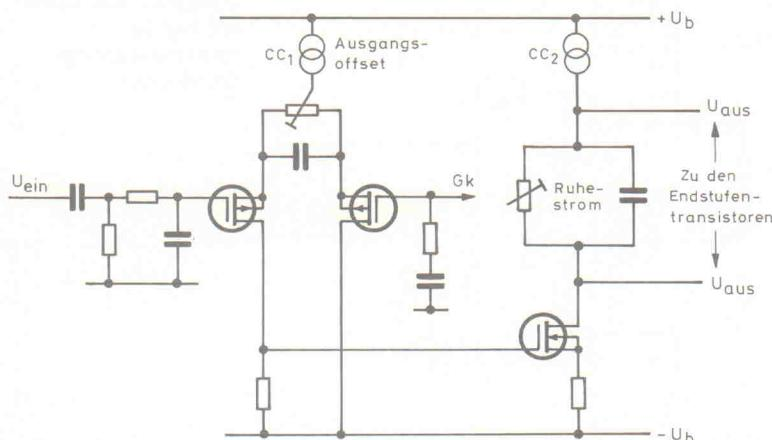

Bild 4. MOSFETs mit hoher Sperrspannung ermöglichen einfachere Schaltungskonzepte.
Die Verwendung spannungsfixer Kleinsignal-MOSFETs anstatt isolierter Junction-FETs in Kaskodeschaltung als Eingangselemente, wie anhand des Entwurfes (2) in Bild 4 dargestellt, ermöglicht einen einfacheren Aufbau ohne Verschlechterung der Schaltungseigenschaften. Es sind jedoch einige anfängliche Abgleicharbeiten durchzuführen, um mögliche Vorspannungsdifferenzen zwischen den beiden Eingangselementen zu kompensieren.